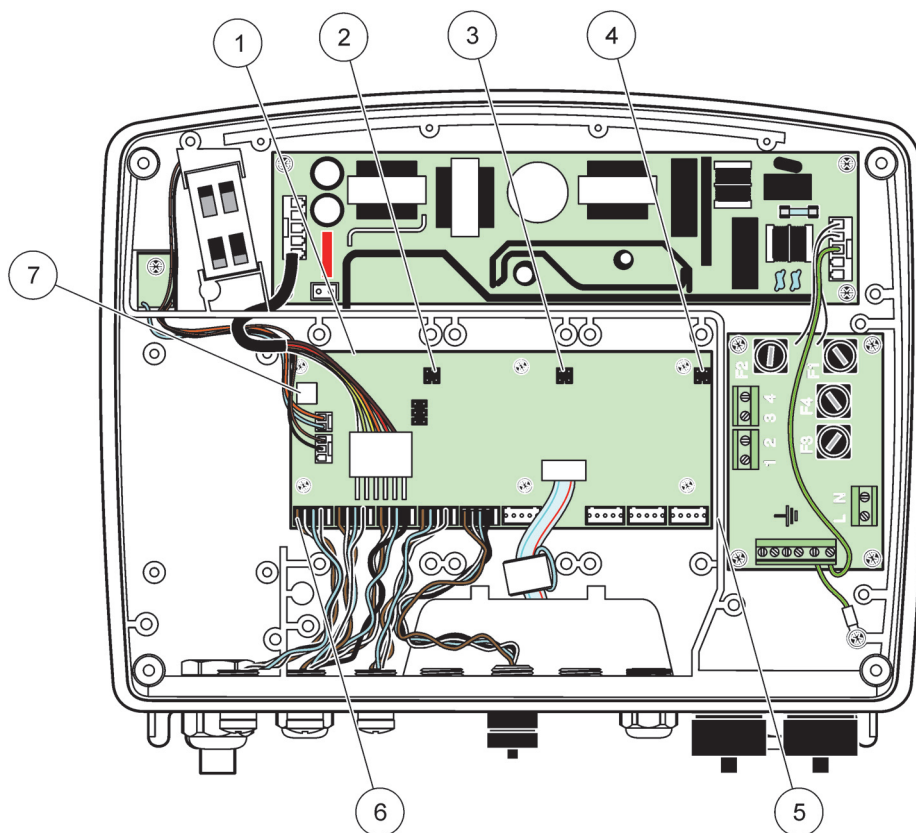

Рисунок 17 Разъемы главной монтажной платы для плат расширения
4. Установите разъем платы в соответствующий вывод на главной печатной плате (Рисунок 17).
3. Установите разъем платы в соответствующий вывод на главной печатной плате (Рисунок 17).